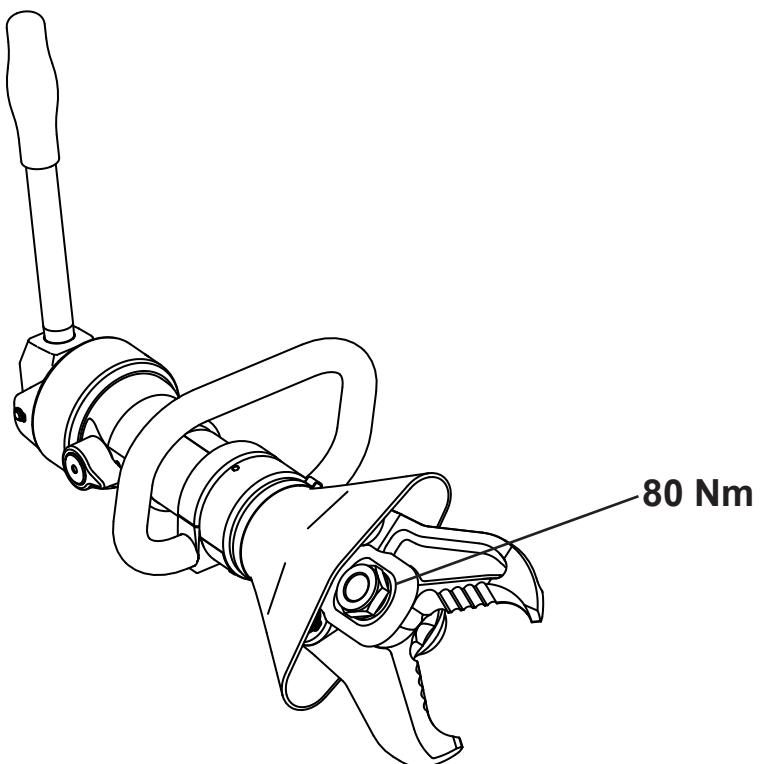

Fig. 7
- Kontrollera åtdragningsmomentet på centrumbultens mutter (Fig. 7). Momentet ska vara 80 Nm.
- Check the torque of the nut on the centre bolt (Fig. 7). It should be 80 Nm.